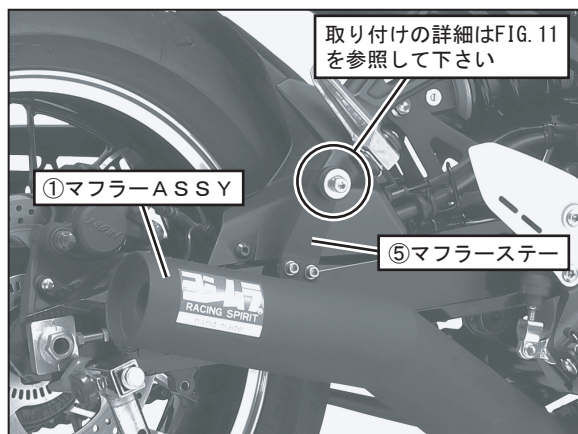

FIG. 10
9. ⑤マフラスターを純正ボルト、純正ワッシャ、純正ナットを使用して、車両右側のタンデムステップブラケットに仮締めして下さい。(FIG. 10, 11参照)